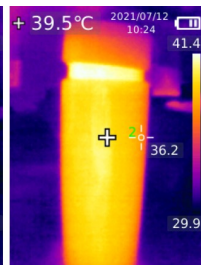

Fig. 11
5. Appuyez sur     pour déplacer le point de température vers la zone désirée (Fig. 11).